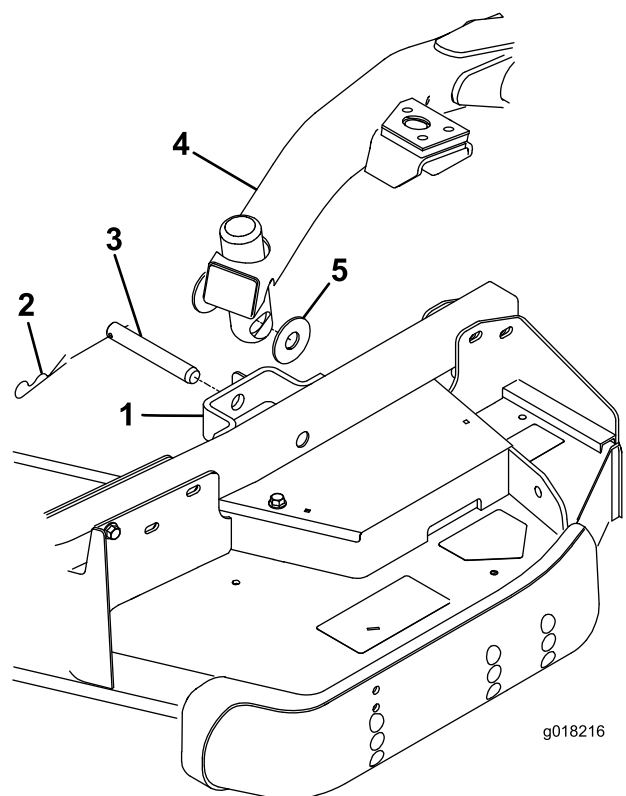

Figure 26
4. Poussez la commande de levage en avant en position de FLOTTEMENT. Poussez un bras de levage vers le bas jusqu'à ce que les trous soient en face de ceux du support du bras pivotant et qu'il soit possible d'insérer la tige de réglage de hauteur de coupe dans les patins du bras de levage (Figure 26).
5. Fixez le bras de levage au bras pivotant avec 2 rondelles de butée, un axe de chape et une goupille fendue. Placez les rondelles de butée entre le bras de levage et le support de bras pivotant (Figure 26) et insérez l'extrémité de la goupille fendue dans la fente de la patte du bras pivotant pour retenir la goupille fendue.